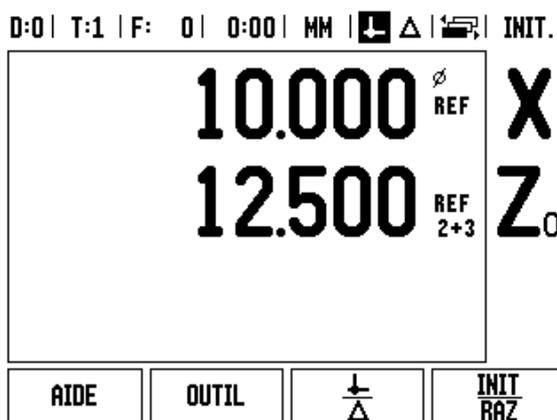

fig. II.11 Affichage avec couplage des axes Z
- Appuyez sur la touche numérique associée à l'entrée du système de mesure située sur la face arrière du ND 780. Utilisez les softkeys + ou - pour coupler une seconde entrée à la première. Les numéros des entrées des systèmes de mesure sont affichés à gauche, à côté de la désignation des axes et ils indiquent que la position équivaut à la somme des courses de déplacement des axes couplés (par exemple '2 + 3'). Cf. fig. II.11.
Appuyez sur la touche Z_0 et maintenez la enfoncée pendant environ 2 secondes si vous désirez coupler l'axe Z_0 avec l'axe Z et afficher la somme des courses de déplacement dans l'affichage de l'axe Z_0 . La somme des courses de déplacements des deux axes Z s'affiche maintenant dans l'affichage de l'axe Z_0 et l'affichage de l'axe Z s'éteint. Cf. fig. II.11.